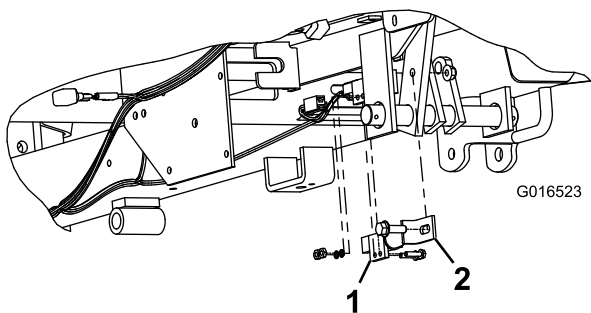

Figure 3
2. Posez le support du contacteur de feu stop sur le cadre de la machine (Figure 3).
3. Fixez le contacteur de feu stop au support avec 2 vis, 2 rondelles et 2 écrous hexagonaux sur la machine (Figure 3).